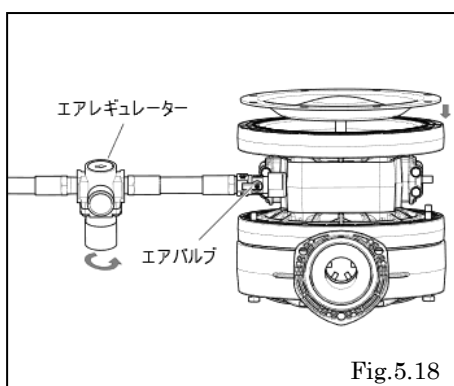

Fig.5.18
- ・ リセットボタンを押してエアバルブを開き、エアレギュレーターを徐々に開きエアを供給 (0.1 MPa 未満) すると、ダイアフラムがゆっくり移動する。(0.1 MPa でダイアフラムが動かない場合、エア供給を停止し、ポンプの組み立て方法に間違いがないか確認する) 〔Fig.5.18〕